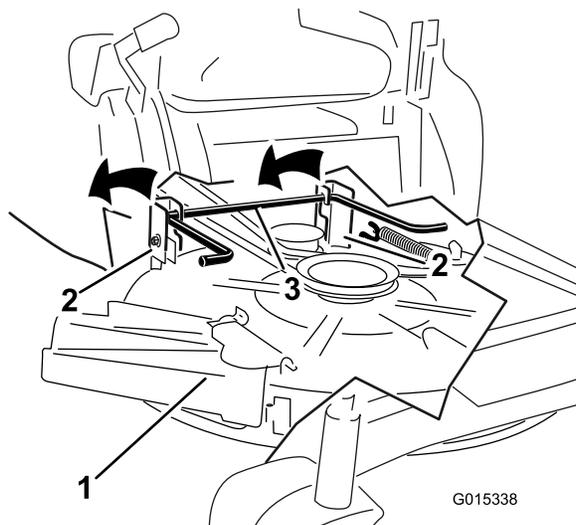

Figure 56
- Soulevez et enlevez le plateau de coupe et les supports de la tige de levage arrière et abaissez la tondeuse au sol avec précaution (Figure 56).
5. Soulevez l'arrière du plateau de coupe et guidez les supports sur la tige de levage arrière (Figure 56).